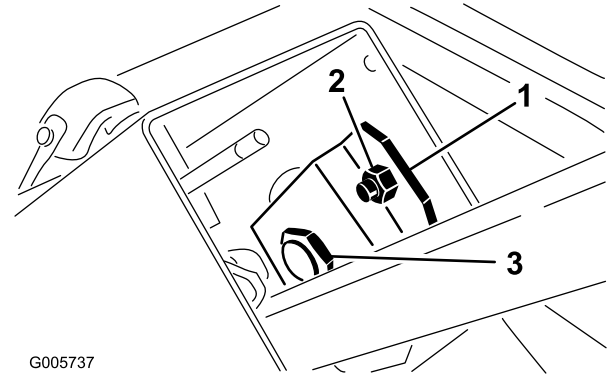

Bild 75
1. Nehmen Sie das Handrad von der Feststellbremse und die Schrauben von der Lenksäulenabdeckung ab. Schieben Sie die Abdeckung auf die Lenkwelle, um die Schwenkhalterung freizulegen (Bild 75).
2. Lösen Sie die kleine Mutter, drehen Sie die Schwenkhalterung, bis die große Mutter darunter fest angezogen ist (Bild 75). Ziehen Sie die kleine Mutter wieder an.